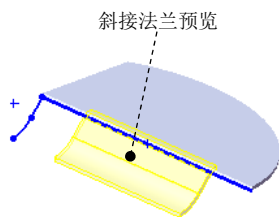

图 7.2.27 参数化后斜接法兰的预览
Step4. 定义起始/结束处等距。在“斜接法兰”对话框的 **起始/结束处等距(O)** 区域的  (开始等距距离) 文本框中输入数值 6，在  (结束等距距离) 文本框中输入数值 6。图 7.2.27 所示为参数化后斜接法兰的预览。